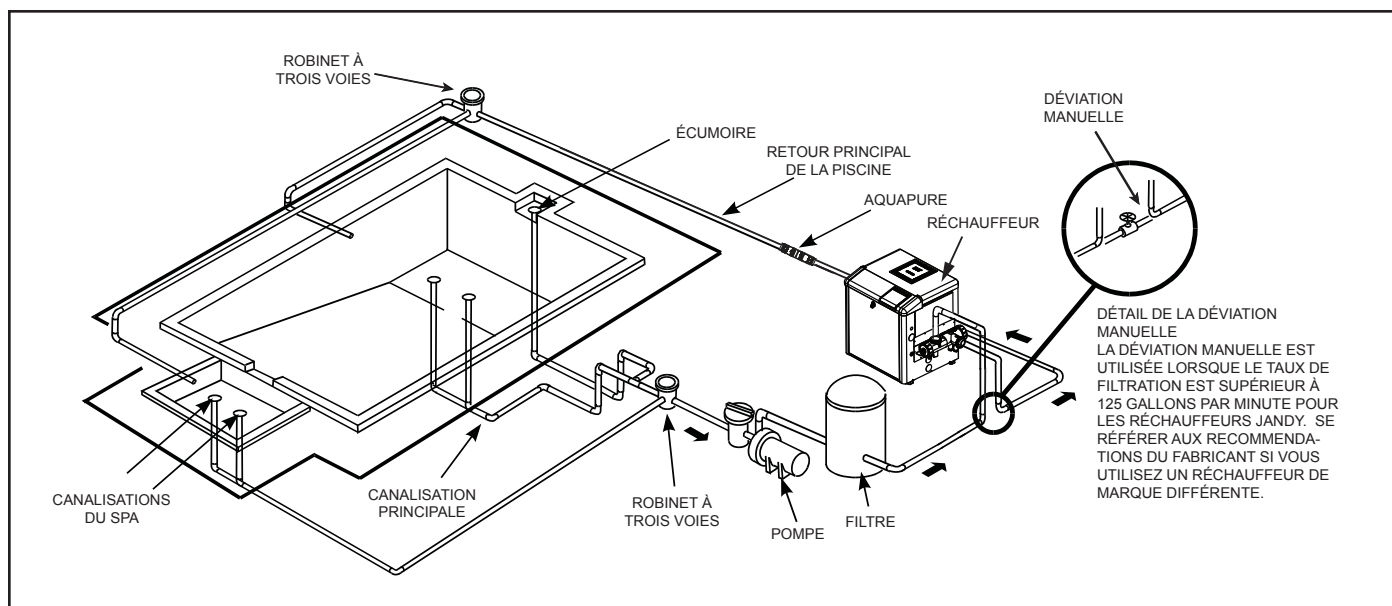

Figure 2. Installation typique de la tuyauterie
1. Zodiac® recommande d'installer la pompe à 30 cm (1 pied) au-dessus du niveau de l'eau. Se référer à la Figure 2 pour une installation typique. La pompe ne devrait pas être située à plus d'un (1) mètre (3 pi) au-dessus ou en-dessous de la surface de l'eau de la piscine.
3. La pompe ePump avec brise-vide doit être raccordée à au moins deux (2) bouches d'aspiration hydrauliquement équilibrées pour chaque conduite d'aspiration de la pompe de piscine. Se référer à la Figure 2. Chaque canalisation d'évacuation doit être fournie avec des couvercles listés ou agréés par la dernière version publiée de la norme ANSI®/ASME® A112.19.8, ou de la norme qui lui succède, ANSI/APSP-16. Les bouches d'aspiration doivent être éloignées d'au moins un (1) mètre ou se situer sur des plans différents. Les sorties d'aspiration peuvent être un drain et une écumoire, deux (2) drains, deux (2) écumoires ou une écumoire avec une conduite d'égalisation. Pour plus de détails et les instructions, consulter la norme ANSI/APSP 7 pour la Prévention du piégeage dans les piscines,